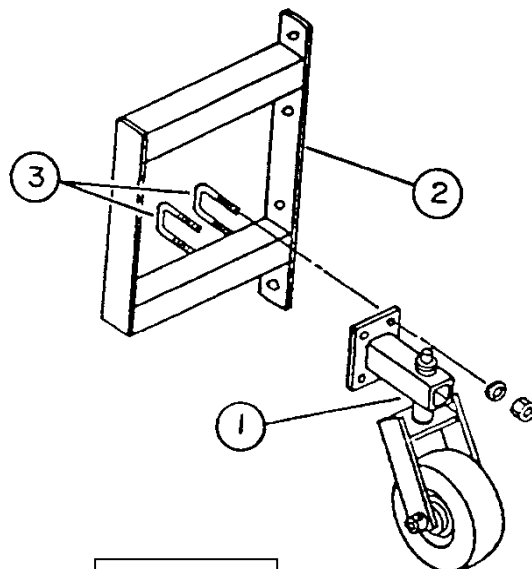

Figure 5
2. Installez une roue (fig.5, item 1) sur chaque adaptateur de chargeur (fig.5, item 2), en utilisant quatre boulons en "U" 5/8" x 3" x 4 1/2" (fig. 5, item 3) avec huit rondelles de blocage et écrous. Ajustez la roue le plus près possible du châssis et serrez fermement.